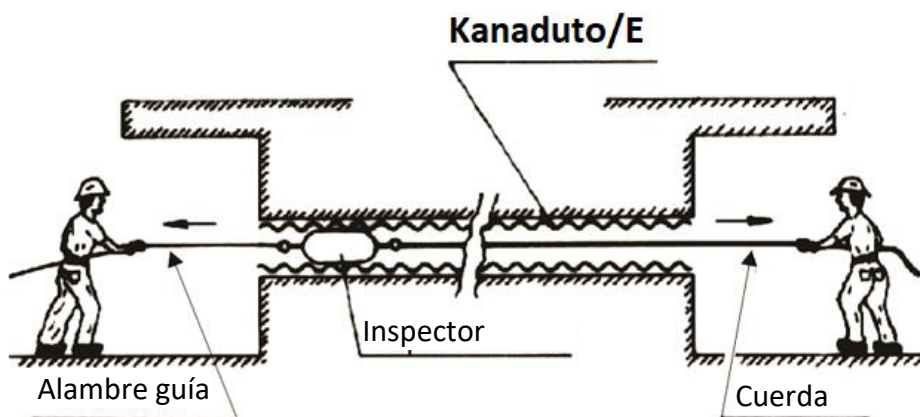

Figura 6
- Luego, tiramos del cable guía e introducimos el inspector por el conducto, hasta que llegue al otro extremo (Figura 6).